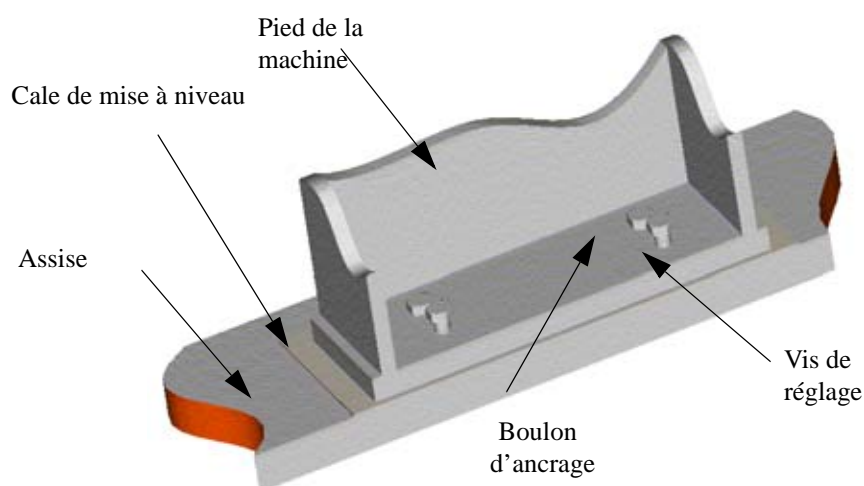

Figure 3-4 Positionnement vertical du pied de la machine
Pour faciliter l'alignement et permettre le montage des cales de mise à niveau, des vis de réglage sont montées sur les pieds de la machine. Reportez-vous à la *Figure 3-4 Positionnement vertical du pied de la machine*. La machine repose sur ces vis de réglage. Notez que la machine doit reposer sur ses quatre pieds (vis) sur une surface parallèle (tolérance maximum : 0,1 mm/4,0mil). Dans le cas contraire, le châssis de la machine se déformera, risquant d'endommager les paliers ou d'autres pièces.
5. Alignez la machine verticalement en tournant les vis de réglage ou à l'aide de vérins hydrauliques. Pour faciliter l'alignement sur le plan vertical, les vis de réglage sont montées sur les pieds de la machine horizontale. Reportez-vous à la *Figure 3-4 Positionnement vertical du pied de la machine*. La précision de l'alignement de la machine est parfois faussée par l'expansion thermique de son châssis. Reportez-vous au *Chapitre 3.6.4 Correction de l'expansion thermique*.